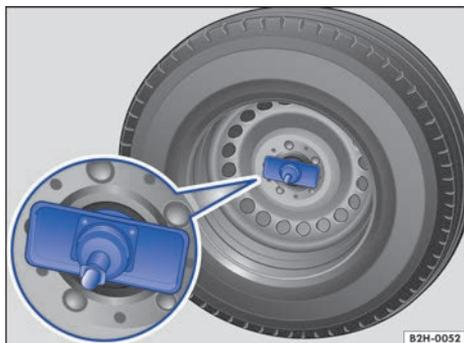

Fig. 165 Colocación correcta del soporte para llantas en el orificio de la llanta.
- Asegúrese de que el soporte de la llanta esté centrado en el orificio de la misma y no esté torcido \Rightarrow fig. 165 \Rightarrow .